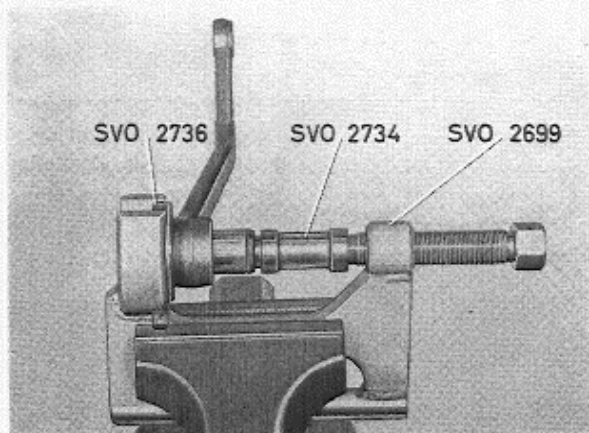

Fig. 6-50. Demontage rubber bus, hulpstuurarm
4. Zet de pers SVO 2699 in een bankschroef en pers de bus uit met SVO 2736 en drijver SVO 2734, Fig. 6-50.